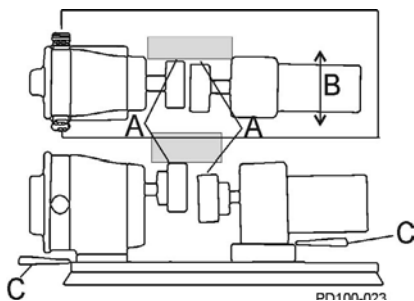

Figura 20 - Comprobación de la alineación del paralelismo
2. Con el uso de un calibrador en el punto "A" en la Figura 20, determine la dirección y la magnitud del desplazamiento necesario (Figura 20, renglón B).